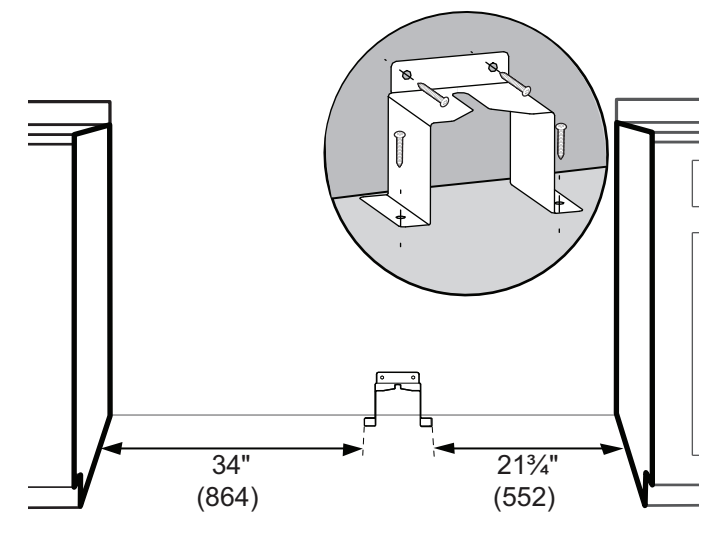

Figura 9: Colocación del dispositivo antivolcadura
3. Colocar la placa de fijación en el piso, en la posición que se muestra en la *Figura 9*. Asegurar al perno del piso y de la pared utilizando los 4 tornillos de cabeza Phillips de 1 1/2" (38 mm) que se suministran.